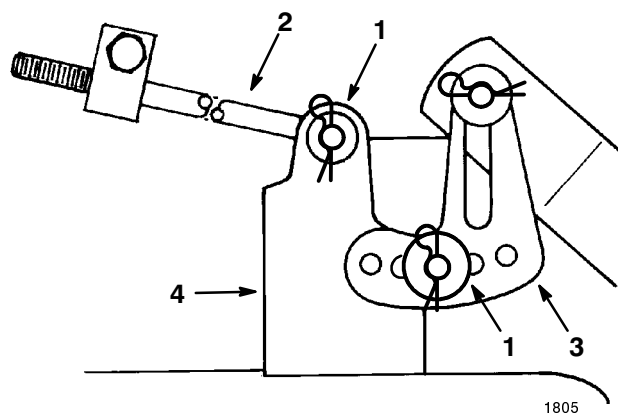

Figure 46
- Glissez l'extrémité de la longue tige dans le trou du support du plateau (Fig. 46) et fixez-la au moyen de la rondelle et de la goupille fendue. Répétez la procédure de l'autre côté du plateau de coupe.
- Montez la patte de mise à niveau du plateau de coupe sur l'axe du bras de hauteur de coupe (Fig. 46) et fixez le plateau de coupe au moyen de la rondelle et de la goupille fendue. Répétez la procédure de l'autre côté du plateau de coupe.